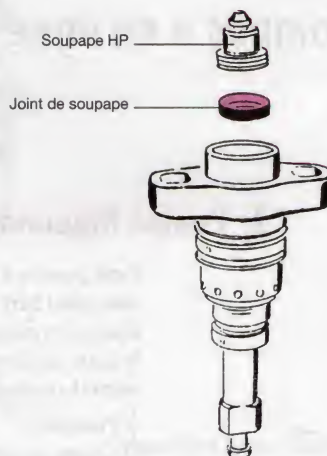

Figure 34.8. Vue de l'ensemble, élément à bride (« P » série 7 000)
- la partie hydraulique haute pression (1) (chemise et bride d'une seule pièce) (fig. 34.8) ;
- le renforcement par une plaque d'appui du pied de piston sur le poussoir (2) ;
- le renforcement de la partie inférieure du carter (bouchons séparés) (3) ;
- l'ensemble arbre à cames, roulements (4).